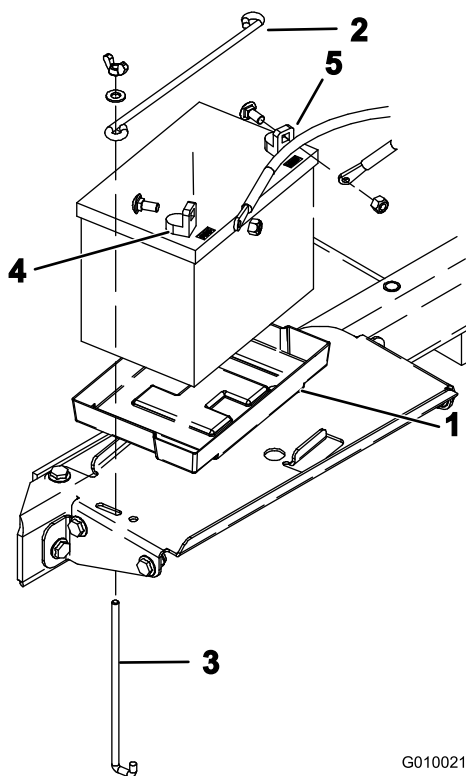

Bild 6
8. Setzen Sie die Batterie in Batteriekastenuntersatz ein (Bild 6). Setzen Sie die Batterie so ein, dass sich die Pole außen befinden.
9. Befestigen Sie die Batterie mit einer Batterieklemme, zwei Klemmstangen, zwei flachen Scheiben und zwei Flügelmuttern unten am Batteriekasten (Bild 6).
10. Befestigen Sie zuerst das positive Kabel (rot) mit einer Schlossschraube und einer Mutter am positiven (+) Batteripol (Bild 6), schließen Sie dann das negative Kabel (schwarz) mit einer Schlossschraube und einer Mutter am negativen (-) Pol der Batterie an (Bild 6). Ziehen Sie den Gummischuh über den Pluspol, um Kurzschlüssen vorzubeugen.